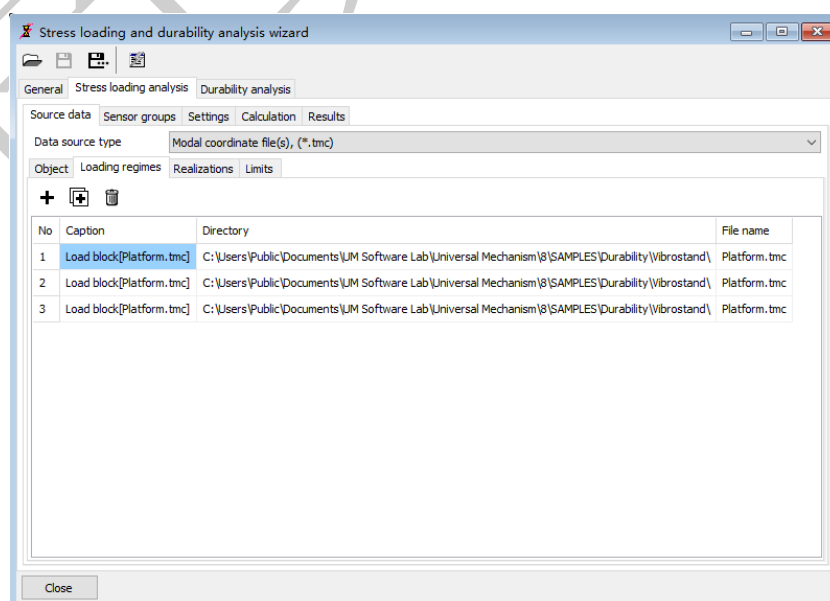

图 2.11
2. 点击 **+** 按钮，加载模型目录下的柔性平台模态坐标时程头文件 **Platform.tmc**，并重复两次操作，结果如图 2.11所示。